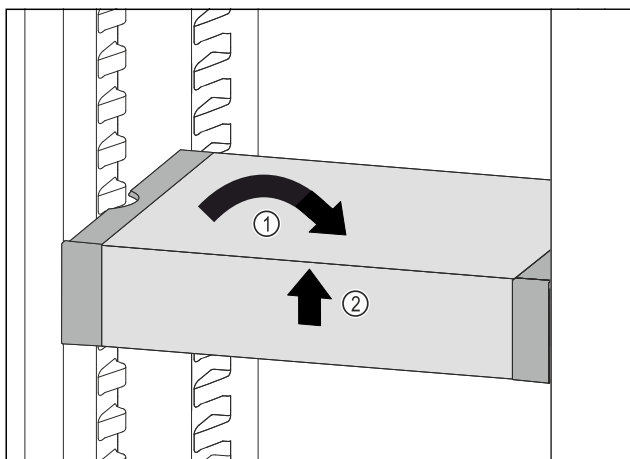

Fig. 199
- Collocare VarioSafe in maniera dritta. Fig. 199 (1)
- Sollevare VarioSafe dal lato anteriore. Fig. 199 (2)